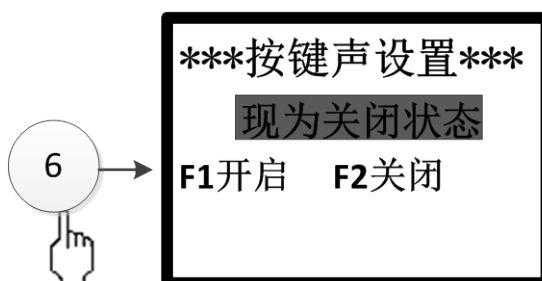

图 3-24
按下数字 6 键或光标移至⑥后按确认键，可进入按键声设置界面(如图 3-24 所示)。进入本界面后，按“F1”键选择开启，按“F2”键选择关闭。选择完成后需要按取消键返回界面。